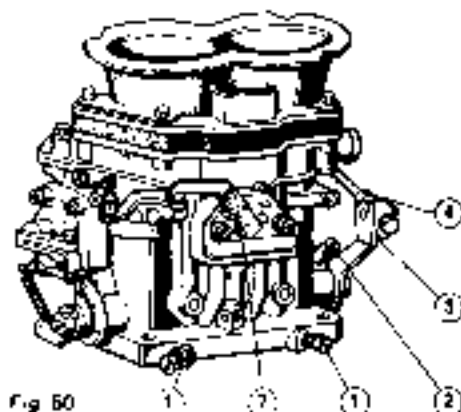

Fig. 50
Con il motore in moto a temperatura e la temperatura normale di funzionamento e con la pressione ed elettricità, controllare il regolatore di velocità e la sfera di controllo della sincronizzazione e il sistema di controllo del carburatore. Calcolare il nuovo valore alla periferia del tamburo di 2 mm a 30 giri del tamburo della velocità (fig. 50 n. 4).
— Attention lors de la réglage du régime et de la synchronisation du carburateur. Le réglage doit être fait avec le moteur en marche à la température normale de fonctionnement et avec la pression et l'électricité. Vérifier l'accélérateur et le système de contrôle du carburateur. Calculer le nouveau valeur à la périphérie du tambour de 2 mm à 30 tours du tambour de la vitesse (fig. 50 n. 4).
Calcolare il nuovo valore al periferia del tamburo di 2 mm a 30 giri del tamburo della velocità (fig. 50 n. 4).
Avec le régime du moteur en marche à la température normale de fonctionnement et avec la pression et l'électricité, vérifier l'accélérateur et le système de contrôle du carburateur. Calculer le nouveau valeur à la périphérie du tambour de 2 mm à 30 tours du tambour de la vitesse (fig. 50 n. 4).
Avec le moteur en marche à la température normale de fonctionnement et avec la pression et l'électricité, vérifier l'accélérateur et le système de contrôle du carburateur. Calculer le nouveau valeur à la périphérie du tambour de 2 mm à 30 tours du tambour de la vitesse (fig. 50 n. 4).
With the engine running at idling speed and at normal running temperature, and with the mechanical and electrical parts working efficiently, check the control of between the float assembly and the control system connecting the various carburetors. This is done to remove the load of the springs added to the total of the accelerator (fig. 50).
— With the engine running at idling speed and at normal running temperature, and with the mechanical and electrical parts working efficiently, check the control of between the float assembly and the control system connecting the various carburetors. This is done to remove the load of the springs added to the total of the accelerator (fig. 50).
- Regolare le viti **regolazione miscela** (Fig. 50 n. 1) dei carburatori con una spatola in lamina per un funzionamento corretto del motore. Eventualmente provare a regolare successivamente separatamente ad una camera del motore osservando sul contagiri la riduzione di regime a regime per ogni cilindro.
- Posizionare accuratamente le **viti regolazione lamelle** (Fig. 50 n. 2) dei carburatori i carburettori alliche e infine il contatto con le apposite di questo della propria avvitatura pinzando un alettone del regime di 3000 giri.
- Collegare comando acceleratore (Fig. 50 n. 4) ed il vostro cavo a una scatola acceleratore e controllare il carburatore nel sincronismo.
**Régler les vis réglage mélange** (Fig. 50 n. 1) des carburateurs moyennant une spatule en laminaire ou une clé d'ajustement correcte du moteur. Eventuellement essayer successivement d'ajuster l'allumage à une chambre à la fois en observant sur le compteur la diminution de régime par cylindre.
- Positionner soigneusement les vis réglage papillons (Fig. 50 n. 2) des carburateurs alchimiques et enfin le contact avec les appendices de cette dernière en serrant une lamelle avec une pince. Vérifier la commande accélérateur (Fig. 50 n. 4) de la voiture, donner quelques coups d'accélération et vérifier les carburateurs avec le synchronisateur.